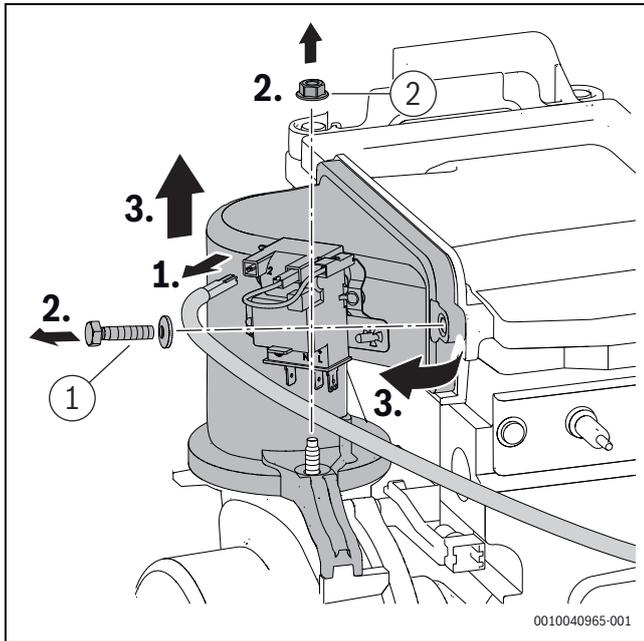

Fig. 212 Rimuovere il dispositivo di miscelazione
- ▶ Serrare la vite e il dado ([1] e [2], fig. 212) sul dispositivo di miscelazione con 5,5+0,5 Nm.